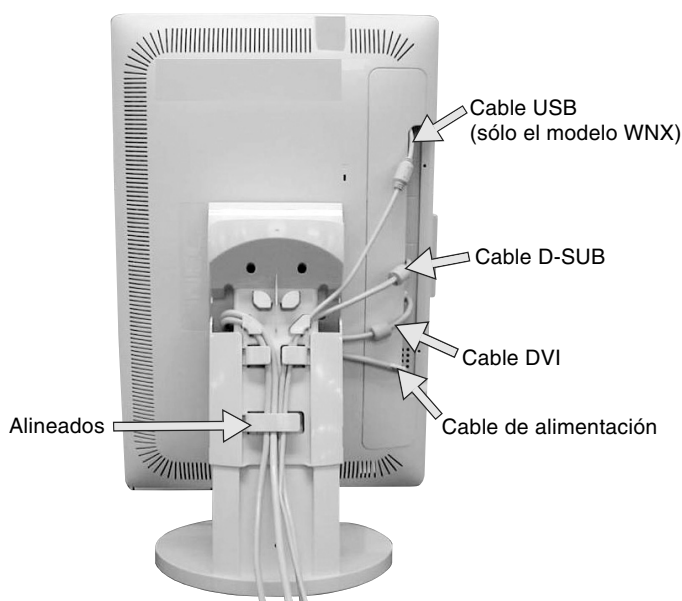

Figura C.6
8. Para manejar los cables sin problemas, colóquelos en el conducto para cables siguiendo este orden: cable de alimentación y cable DVI (**figura C.6**).
9. Introduzca el cable DVI y el cable de alimentación en los corchetes correspondientes, como se indica en la **figura C.6**.
10. Introduzca el cable D-Sub y el cable USB en los corchetes correspondientes, como se indica en la **figura C.6** (Cable USB: sólo el modelo WNX).
12. Asegúrese de que todos los cables quedan bien alineados con el soporte (**figura C.6**).